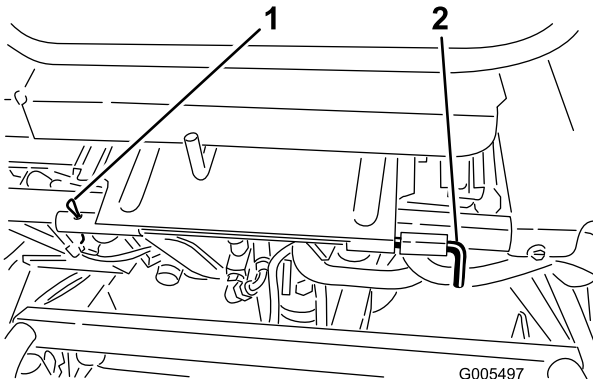

Figura 36
3. Baixe o banco e retire o contrapino que prende a haste de articulação do banco à estrutura (Figura 36).